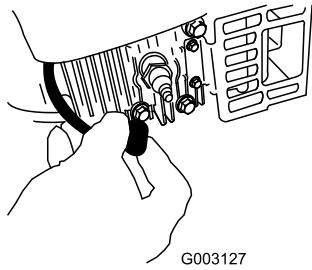

Figura 38
- Desconecte el cable de la bujía (Figura 38) antes de realizar cualquier procedimiento de mantenimiento.